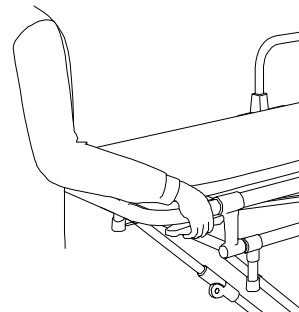

Figura 1 - Plegando la Camilla
3. El operario de control aprieta ambas manillas de control y los operarios rebajan la camilla a la posición plegada (Figura 1).